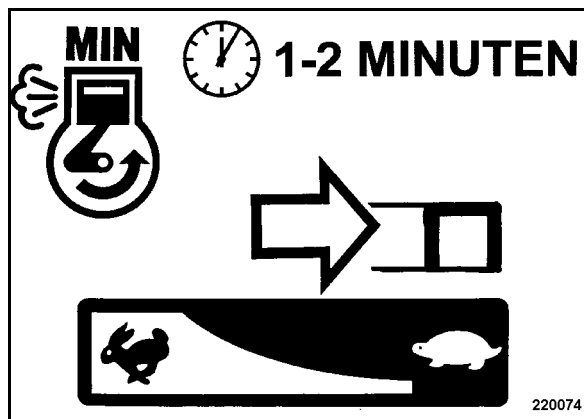

рис. 24
- Вернуть рычаг управления частотой вращения (рис. 24) в положение холостого хода.